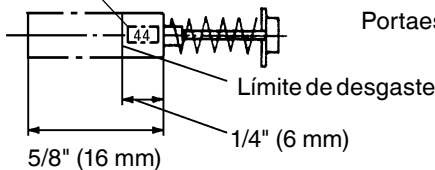

Fig. 13
2. Inspección de las escobillas de carbón (Figs. 13 y 14)
Por consiguiente, inspeccione periódicamente las escobillas, y reemplácelas cuando lleguen a la línea de límite de desgaste, como se muestra en la Fig. 13.